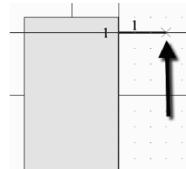

图 4-12 放置管脚
(1) 单击绘制工具栏中的快捷按钮 ，如图 4-12 中左图所示，鼠标光标变成十字状态并附着一个管脚符号。
(2) 移动鼠标光标到合适的位置，单击鼠标左键完成放置，单击鼠标右键或者按“Esc”键退出放置状态。
(3) 放置管脚时，一端会出现一个“×”表示管脚的电气特性，如图 4-12 中右图所示，有电气特性的一端需要朝外放置，用于原理图设计时连接电气走线。
(4) 在放置的过程中可以通过空格键来调整方向。